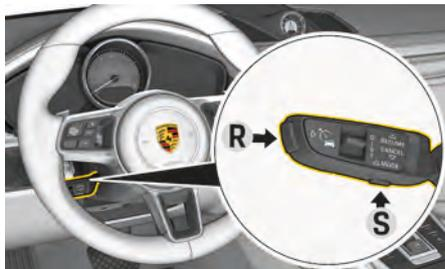

図. 92 ドライバーアシスタンスシステムのコントロールレバー
1. コントロールレバーの S (図. 92) ボタンを押します。